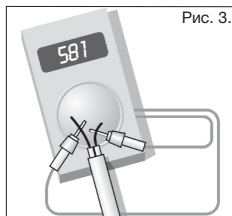

Рис. 3.
3. Перед укладкой нагревательного мата следует замерить его омическое сопротивление (проверка работоспособности провода, рис. 3).